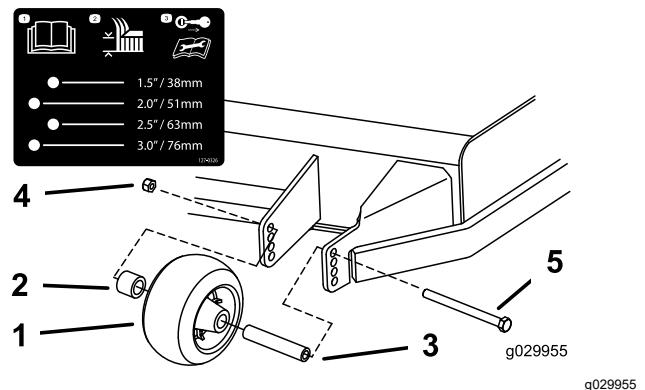

Bild 39
3. Stellen Sie die Antiskalpierrollen ein, wie in Bild 39 abgebildet.